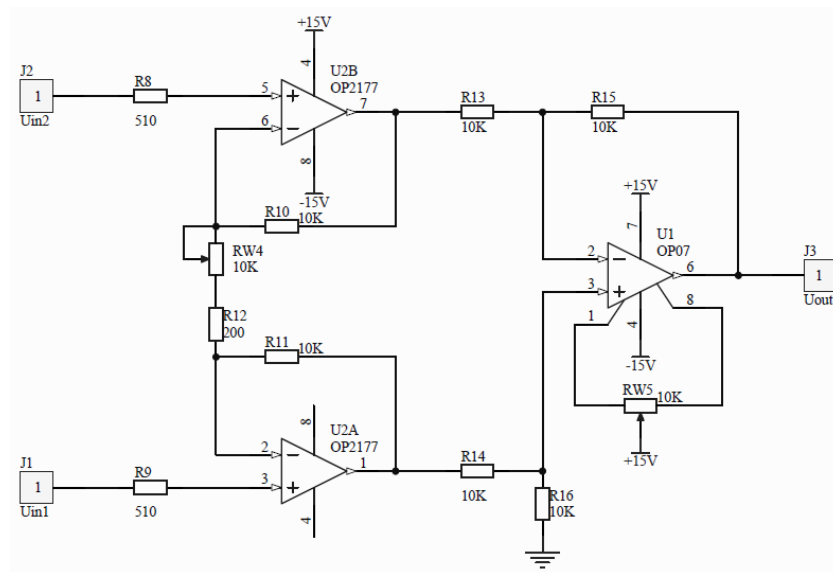

图 1.5 差动放大器 I 电路原理图
2、根据图 1.5 差动放大器 I 电路原理图，分析差动变换器 I 的放大倍数。